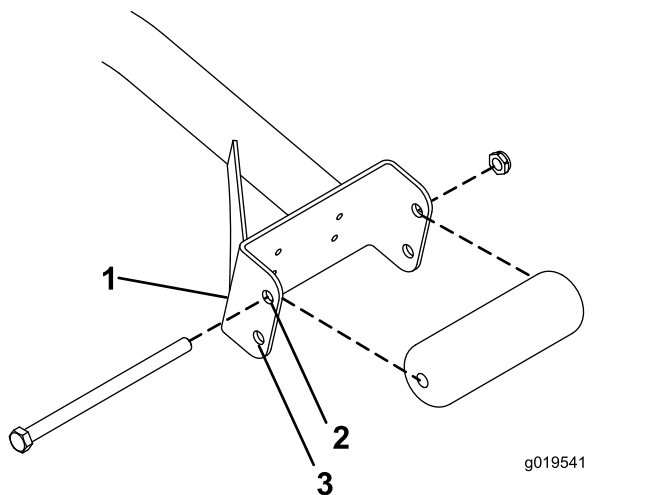

図 3
- 27" のカッティングユニットの場合、サポートアセンブリのチャンネルの上穴にローラを取り付ける図 3。
- 32" のカッティングユニットの場合、サポートアセンブリのチャンネルの下穴にローラを取り付ける図 3。